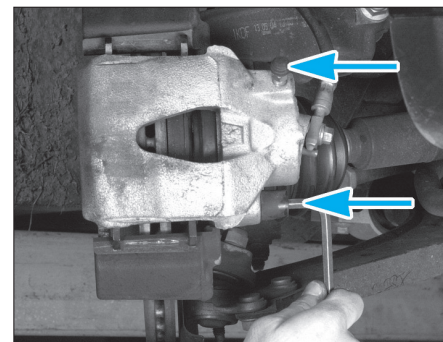

Fig. 4
- les vis de colonnettes de l'étrier (Fig.4).